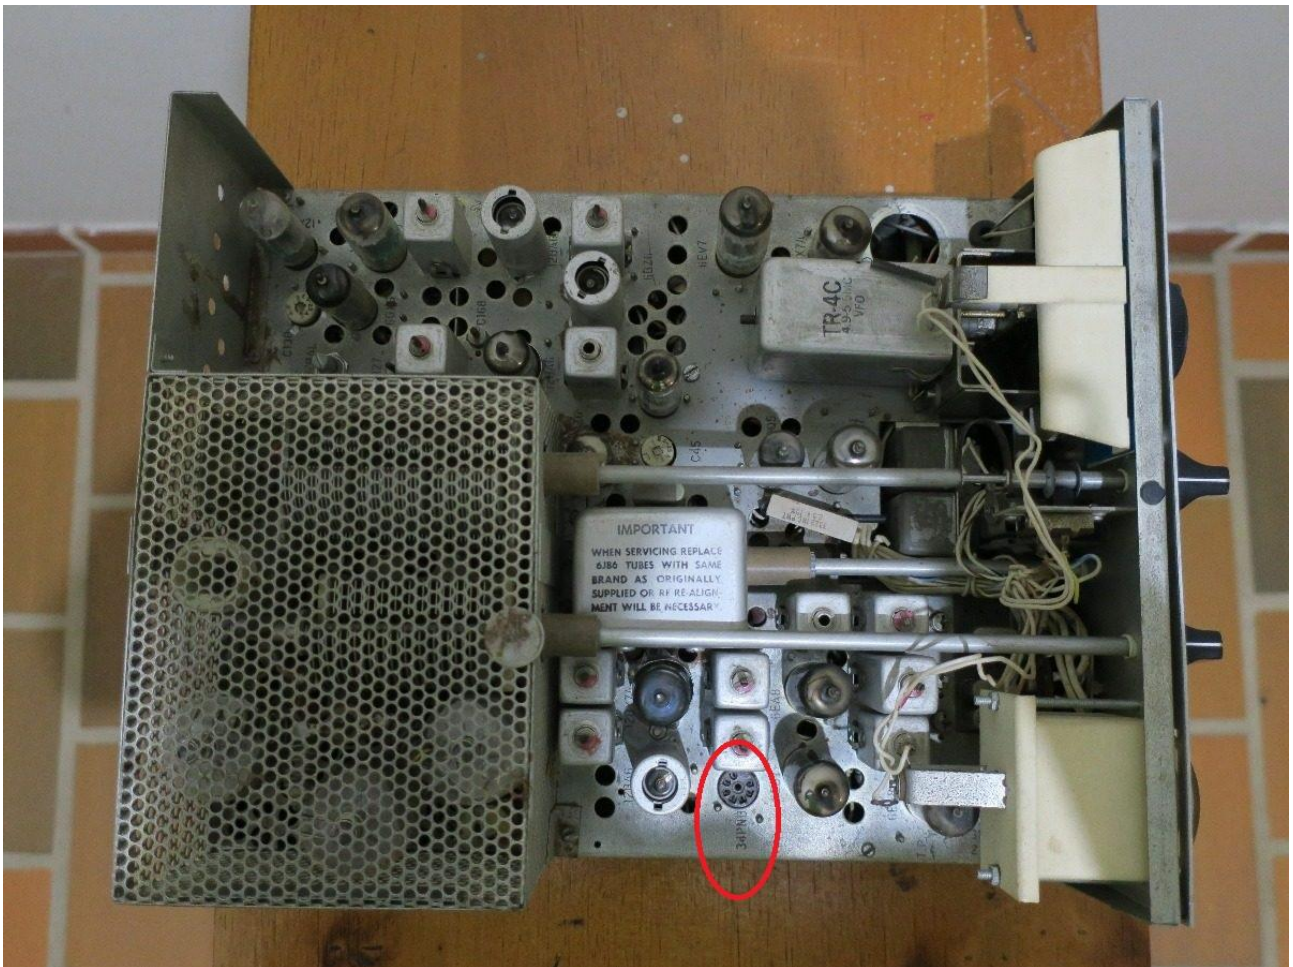

Figura 2 Vista del zócalo de montaje del 34-PNB
- Figura 2 Vista del zócalo de montaje del 34-PNB